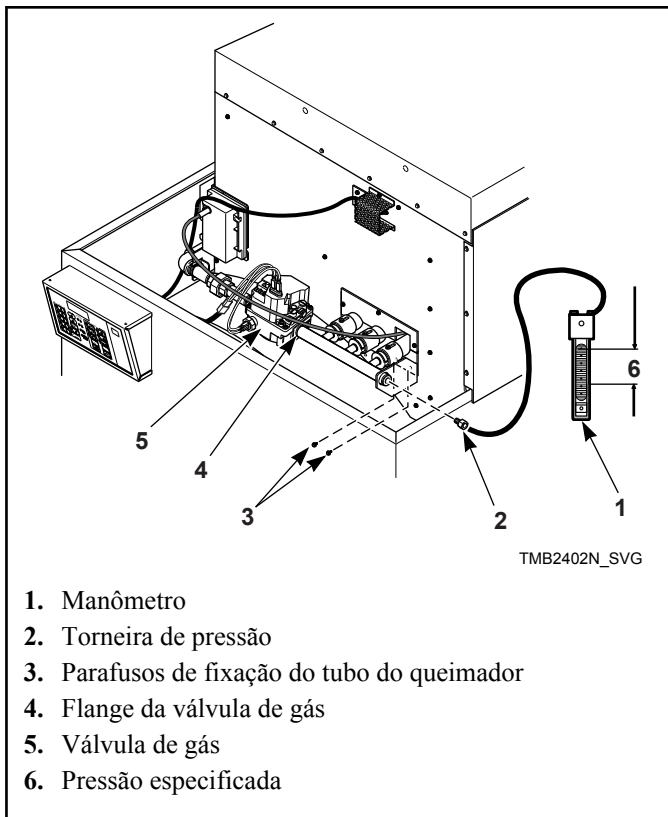

Figura 8
4. Inicie a secadora e anote a pressão quando a chama estiver queimando. Remova a tampa do regulador e ajuste o parafuso do regulador até atingir a pressão do orifício do queimador aplicável de acordo com a tabela. Coloque novamente a tampa do regulador. Consulte a *Figura 8*.
1. Confira a pressão do orifício do queimador de gás (distribuidor) do seguinte modo. Consulte a *Figura 8*.